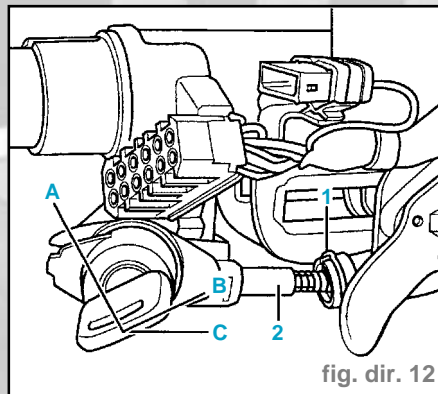

fig. dir. 12
- Pour accrocher le câble de blocage, clé de contact en position "B", contact d'allumage mis (fig. dir. 12).
- Engager le câble de blocage (2) dans le boîtier de serrure de contact. Veiller à ce que l'étrier de blocage (1) s'enclenche.